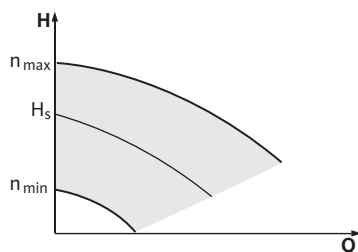

Fig. 12: Manuaalinen säätökäyttö
Pumpun kierrosluku voidaan pitää vakio kierroslukuna välillä  $n_{\min}$  ja  $n_{\max}$  (Fig. 12). Käyttötapa "manuaalinen säätökäyttö" kytkee kaikki muut säätötavat pois päältä.
- Master-pumppu on virtaussuuntaan nähden vasemmalla oleva pumppu. Paine-eroanturi yhdistetään tähän pumppuun. Master-pumpun paine-eroanturin mittauspisteiden pitää olla kyseisessä koontiputkessa kaksoispumppuaseman imu- ja painepuolella (Fig. 12).